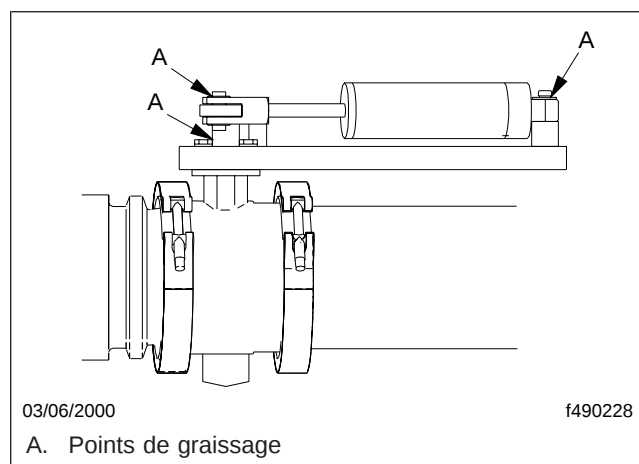

Fig. 7.10, Frein sur échappement et cylindre pneumatique Pacbrake
1. Le moteur arrêté, choisissez un lubrifiant à régime thermique élevé non gras et non huileux, et vaporisez ou recouvrez d'une bonne pellicule la tige de soupape de réduction et l'emplacement des fixations à chaque extrémité du piston actionneur. Voir la figure 7.10.